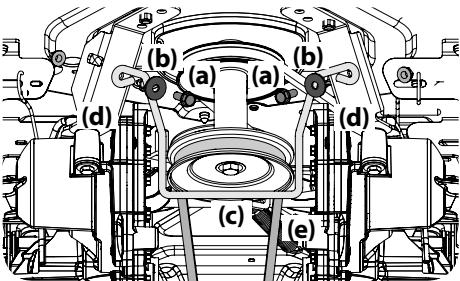

Figura 4-12
- Extraiga el tornillo de arandela hexagonal (a), la arandela plana (b) que asegura la varilla del guardacorrea (c) con los soportes de montaje (d) y retire varilla del guardacorrea (c). Consulte la Figura 4-12.
- Retire la correa en 'V' (e) de la polea de la toma de fuerza (PTO), ubicada en la base del motor en los tractores de PTO manual, y prosiga con el Paso 9. Consulte la Figura 4-12.
- reinstale la varilla del guardacorrea (Consulte la Figura 4-12 y el cable de la PTO (Consulte la Figura 4-12).